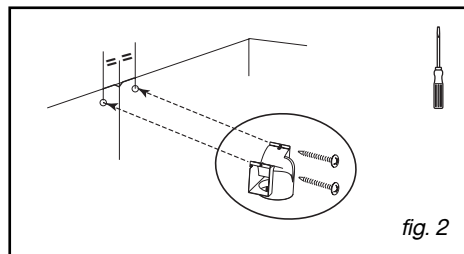

fig. 2
- Sæt røgdeflektoren af plastic fast mod væggen og skub den op mod loftet ved hjælp af de 2 skruer (fig. 2). Sørg for at centrere deflektoren i forhold til den lodrette streg, der er aftegnet på væggen (fig. 2).